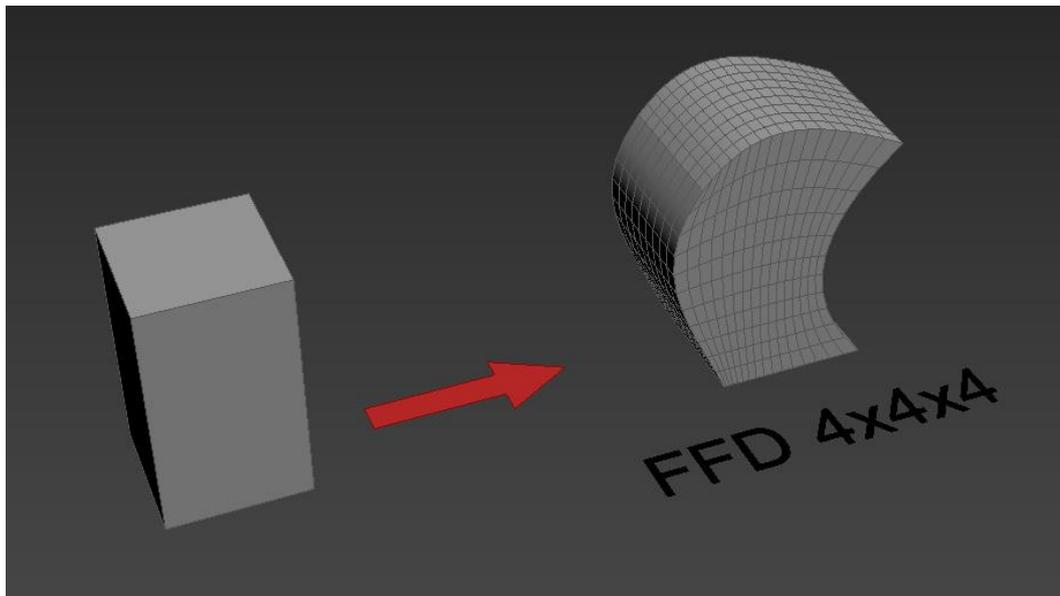

Рис. 38
**Модификатор «FFD» (Free Form Deformation)** – это модификатор свободной деформации, позволяет изменять форму, создавая решетку, точки которой можно редактировать (рис. 38). Эта группа модификаторов работает только с 3д моделями. Всего в списке можно найти шесть разновидностей этого модификатора. Они различаются разбивкой сетки и количеством точек на ней.